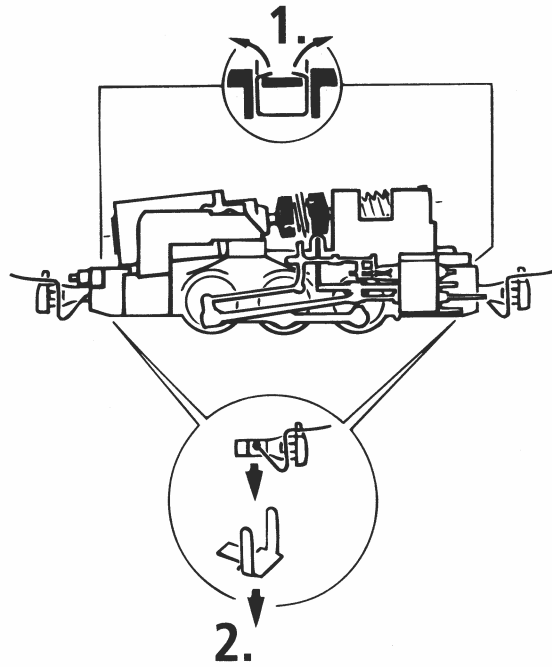

Fig. 4
1. Reinigung der Radstromkontakte: Radstromkontakte können auf unsauberen Schienen leicht verschmutzen. Bitte **entfernen Sie** vorsichtig mit einem kleinen Pinsel **den Schmutz** an den in Fig. 4 gekennzeichneten Stellen. Dazu zuerst das Lokgehäuse abnehmen (Fig. 2).
Les lames de contact risquent de s'encrasser rapidement sur des voies poussiéreuses. Veuillez **enlever la poussière** aux endroits marqués à la fig. 4 à l'aide d'un petit pinceau souple après avoir démonté la caisse de la locomotive (fig. 2).
1. Cleaning of wheel contacts: Wheel contacts easily get dirty on tracks which are not entirely clean. Use a small brush to **remove dirt** from spots marked in fig. 4. Prior to cleaning the remove loco body (fig. 2).